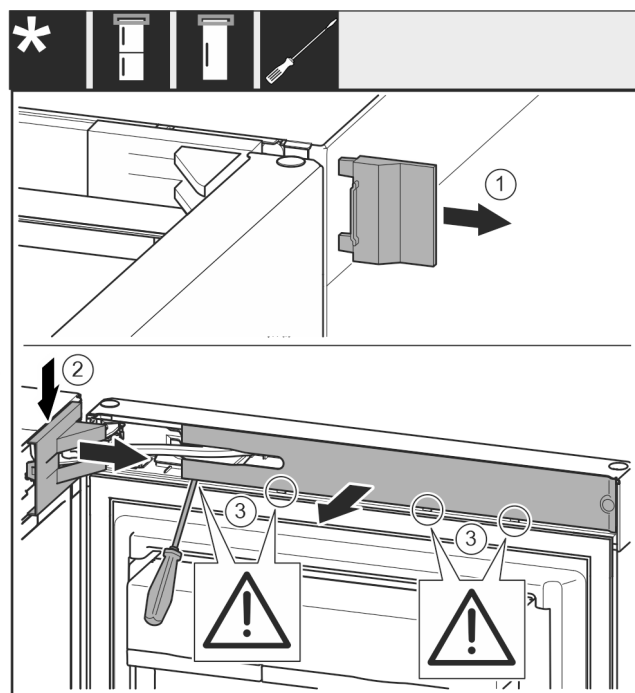

Fig. 7
- ▶ Снимите внешнюю крышку. Fig. 7 (1)
- ▶ Освободите и отсоедините крышку опорного кронштейна. Снимите крышку опорного кронштейна. Fig. 7 (2)
- ▶ При помощи шлицевой отвертки освободите накладку и отведите в сторону. Fig. 7 (3)